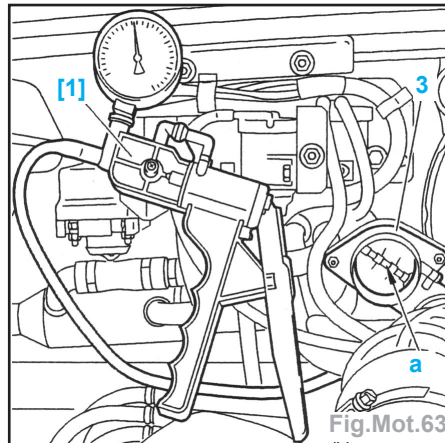

Fig.Mot.63
- Raccorder l'outil [1] sur la capsule de dépression du boîtier papillon (3) (Fig.Mot.63).